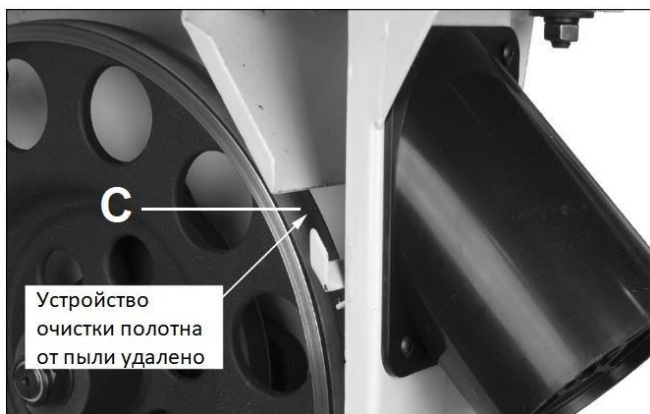

Рис. 5
6. Снимите устройство очистки полотна от пыли (С, Рис. 5).